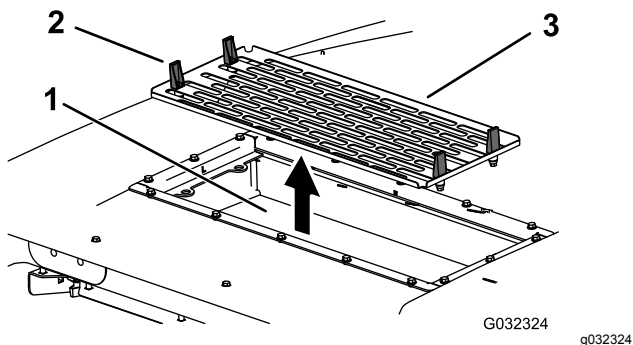

**Figura 119**
- 7. Installate i filtri dell'aria, la griglia e il gruppo ventola (Figura 118, Figura 119 e Figura 120).
- 8. Collegate il filo per ciascuna ventola (Figura 119).